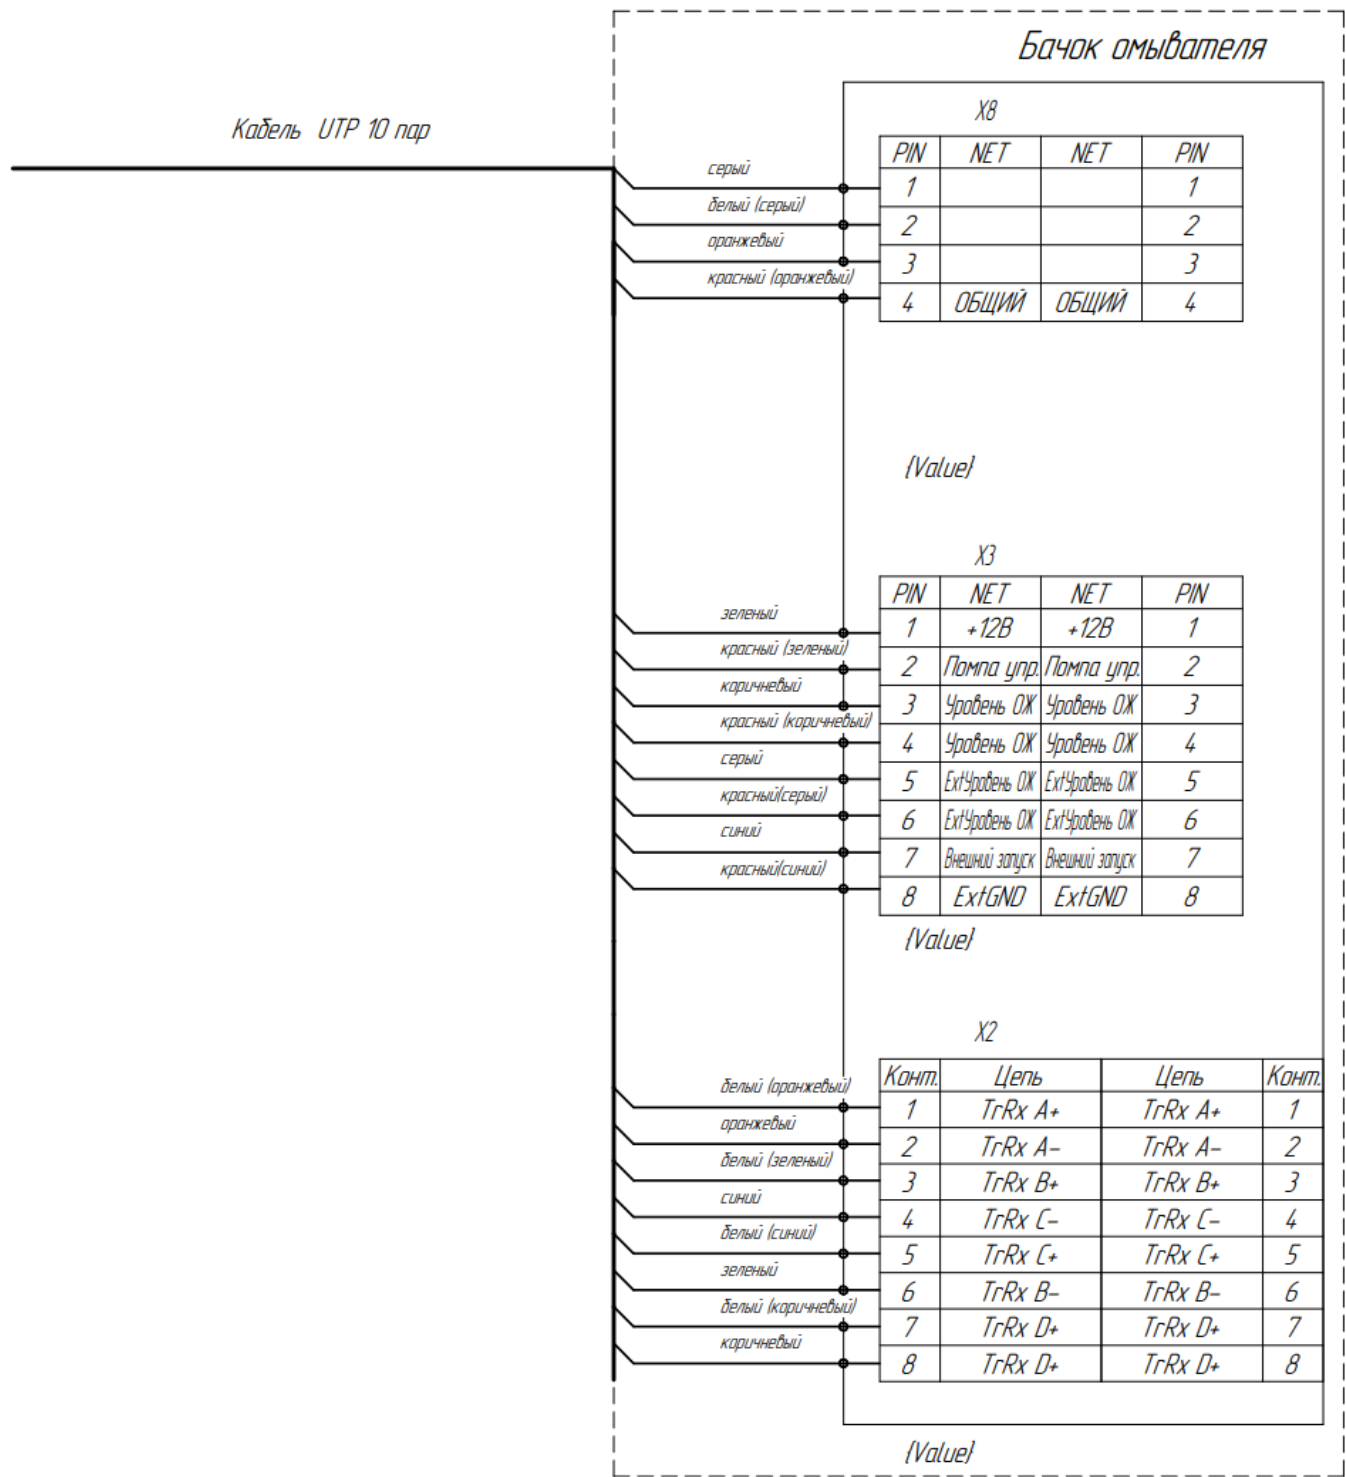

Рис. 5 Схема соединений.
- 2.1 Завести входной UTP Ethernet и кабель внешнего управления через гермовводы панели вводов и трубку подачи омывающей жидкости через гермоввод крышки. Подключить кабель согласно схеме соединений (рис.5). Подключить трубку омывающей жидкости, используя прилагающиеся фитинги. Закрыть крышку бачка омывателя, закрутив 5 винтов.